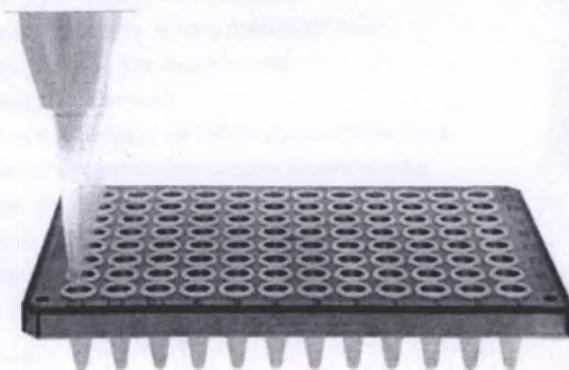

Рис. 11
14. Медленно переместите капли в ряд 96-луночной плашки (Рис. 11). При использовании одноканальной пипетки повторять операцию, пока не опустошатся все лунки сгенерированных вами капель.